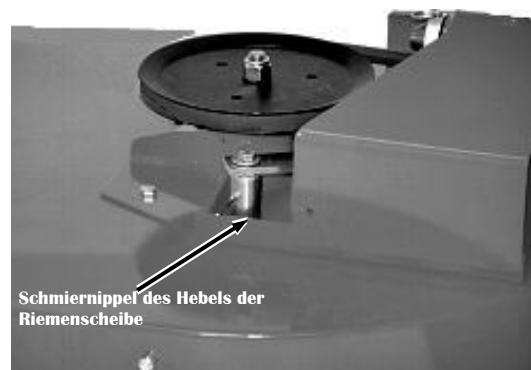

Abbildung 13
1. Es befindet sich ein Schmiernippel unterhalb des schwarzen Riemenschutzes, der geschmiert werden muss (**Abbildung 13**):